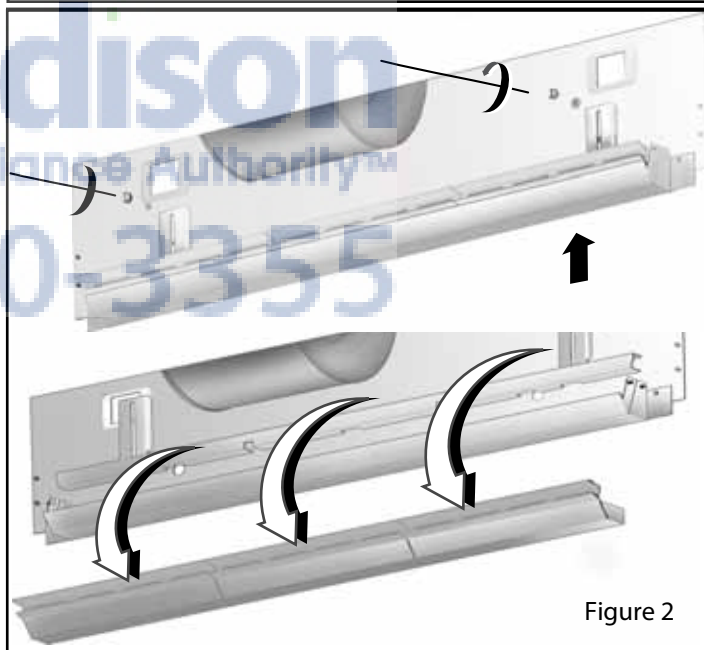

Figure 2
- Dévissez les molettes qui retiennent les languettes de maintien des grilles d'écoulement. Figure 2.
- Tenez fermement la grille d'écoulement et soulevez-la délicatement pour la sortir de son rail. Figure 2.